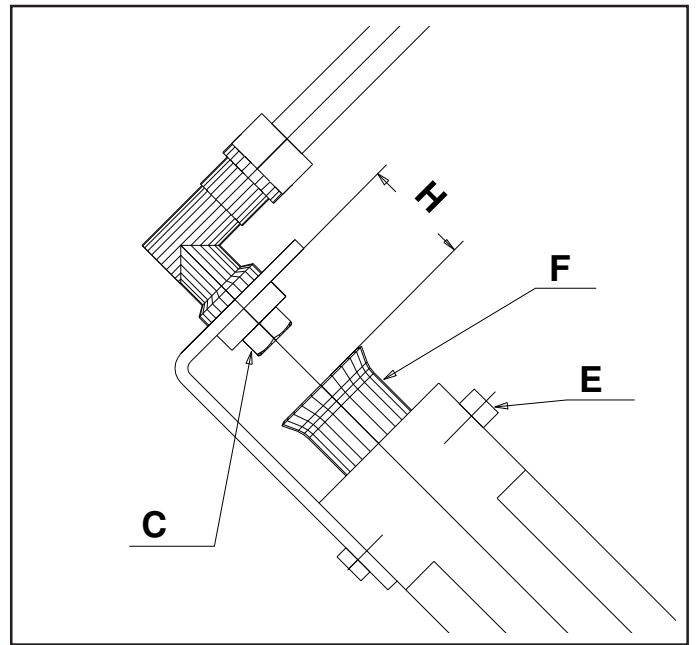

ABB. 2
3.2 EINSTELLUNG DER PRIMÄRLUFT (Abb.2)
4.1 AUSTAUSCH DER HAUPTBRENNERDÜSE (Abb.2)
4.2 EINSTELLUNG DER PRIMÄRLUFT (Abb.2)
Der vorgesehene Abstand für die Einstellung der Primärluft an den Brennern des Kochfelds ist in der Abbildung 2 ersichtlich und in der Tabelle 2 angegeben.